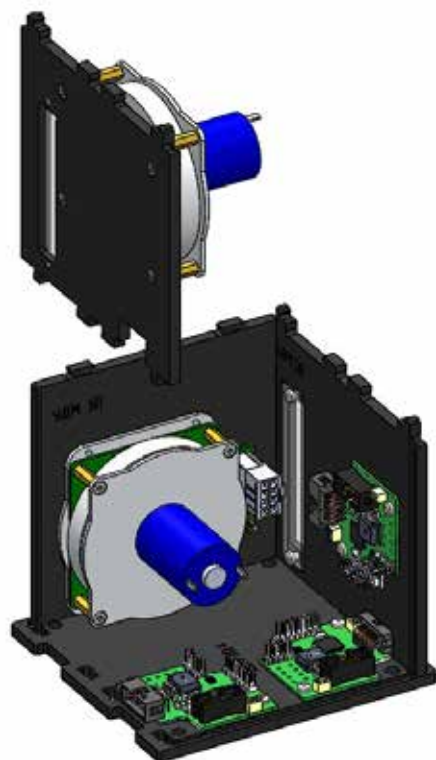

Рисунок 68. Установка боковой стенки на нижнее основание
8) Установить боковую стенку на нижнее основание. Для этого совместить выступы боковой стенки с отверстиями в основании и защелкнуть. Подключить блок маятника к одной из плат маятника (рисунок 68):